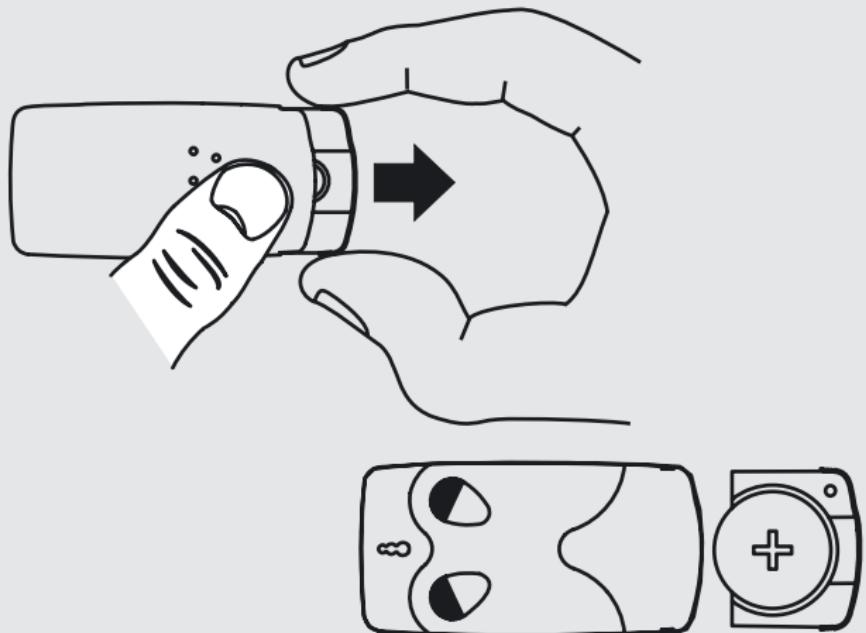

Fig. 6 / Abb. 6
- Fig. 6 Apertura telecomando e posizionamento batteria